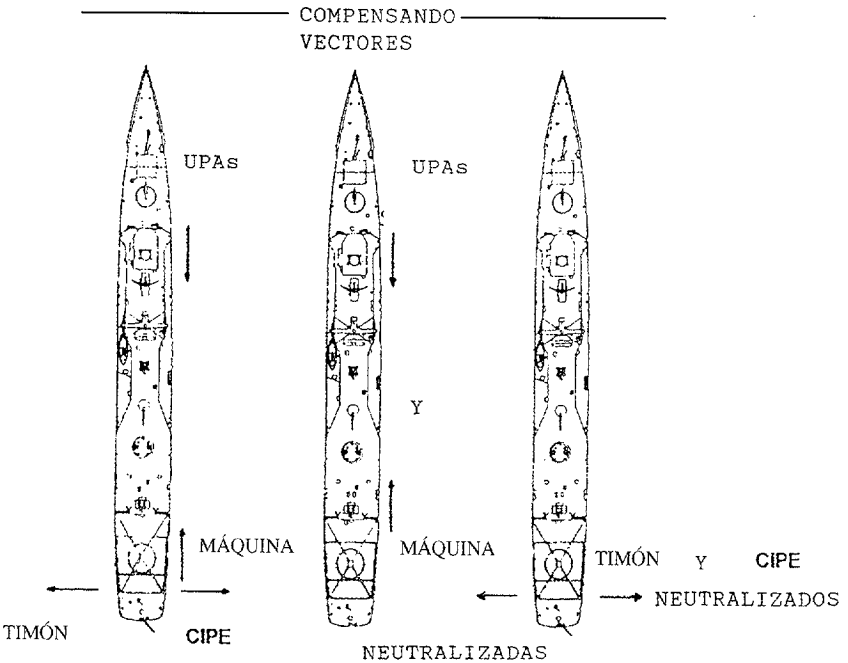

Figura 4.
- Un vector en las UPAs, que a su vez descompondremos en dos, uno en el sentido proa/popa y otro en el de babor/estribor (ver figura 4).